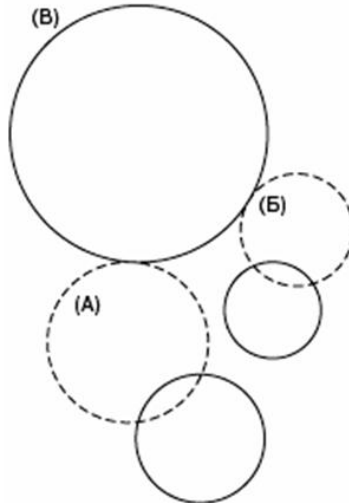

Рис. 4.6. Побудова дуги з радіусом 4.00
Запустіть команду «Коло», задайте параметр **ККР** і побудуйте коло **радіусом 4.00**, дотичну до двох кіл, показаних на рис. 4.6 штриховими лініями. Запустіть команду «Обрізати» і видаліть частину кола **В**.
**(Виділіть два кола, показані на рис. 4.6 штриховими лініями)**